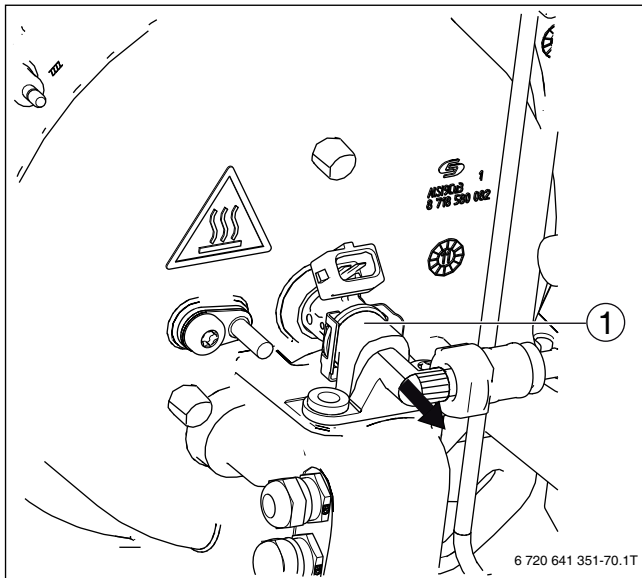

Bild 85 Brenneinspritzventil mit Anschlussstück
- ▶ Brenneinspritzventil mit Anschlussstück (→Bild 85 [1]) herausziehen.